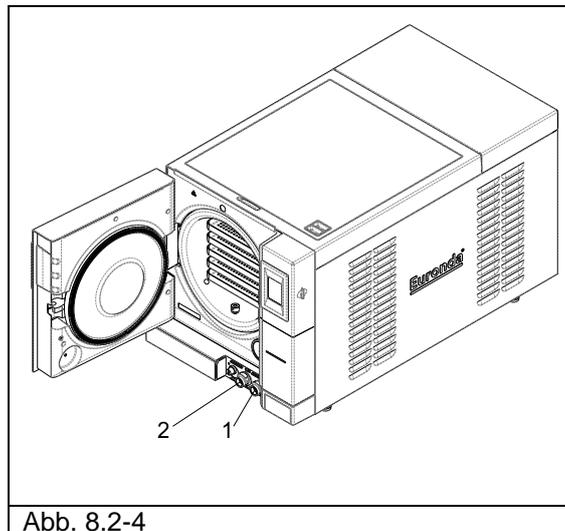

Abb. 8.2-4
1. Zum Entleeren des Frischwassertanks, das angeschlossene Ende des mitgelieferten Schlauchs in den Anschluss unten auf der Frontseite (1 von Abb. 8.2-4) und das andere Ende in ein leeres Gefäß stecken.